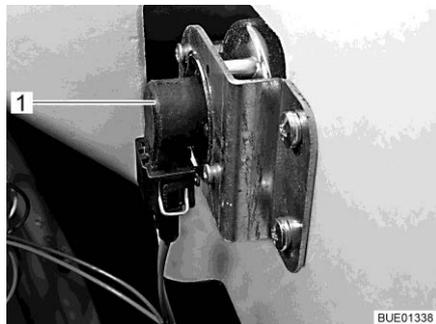

Fig. 219 Intermitente
- Meter la mano detrás del portalámparas (Fig. 219,1).